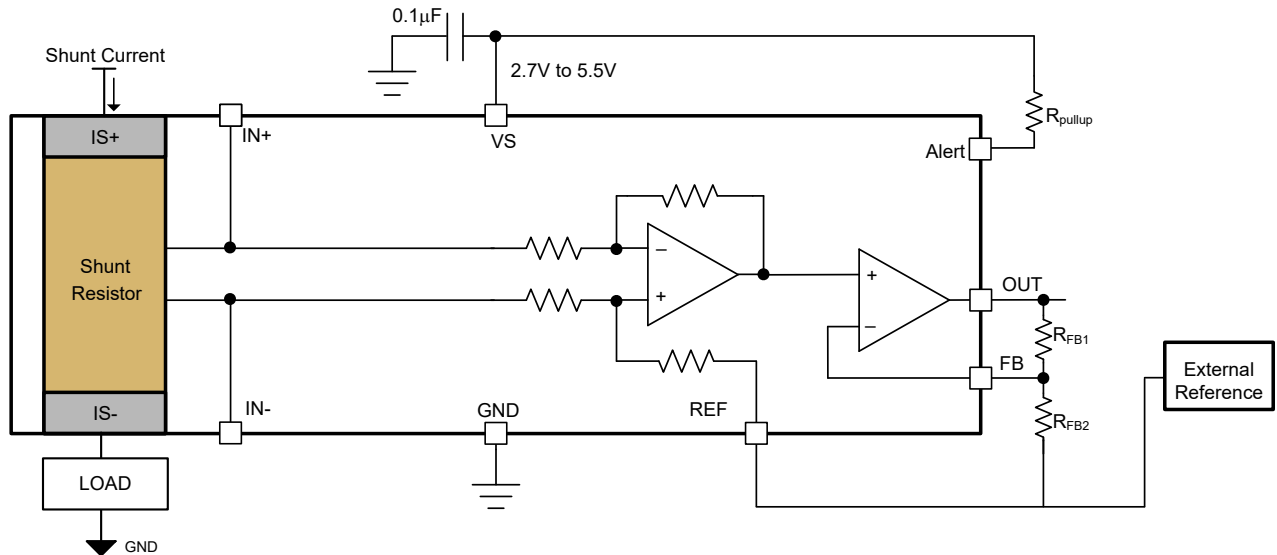

图 6-7. 通过外部电阻分压器实现的可调增益设置
INA791x 支持通过两个外部电阻网络进行增益调整。默认增益为 20mV/A，借助增加的外部可调增益电阻器网络，总增益 (G) 最高可达 400mV/A。图 6-7 显示了配置用于增加外部增益的两个外部电阻器 R_{FB1} 和 R_{FB2} 。方程式 2 可用于计算外部可调增益，方程式 3 显示了具有外部可调增益的系统的总增益。REF 引脚和电阻 R_{FB2} 的一端根据 OUT 引脚上所需的电压连接到外部基准，如使用基准引脚调整输出中所述。